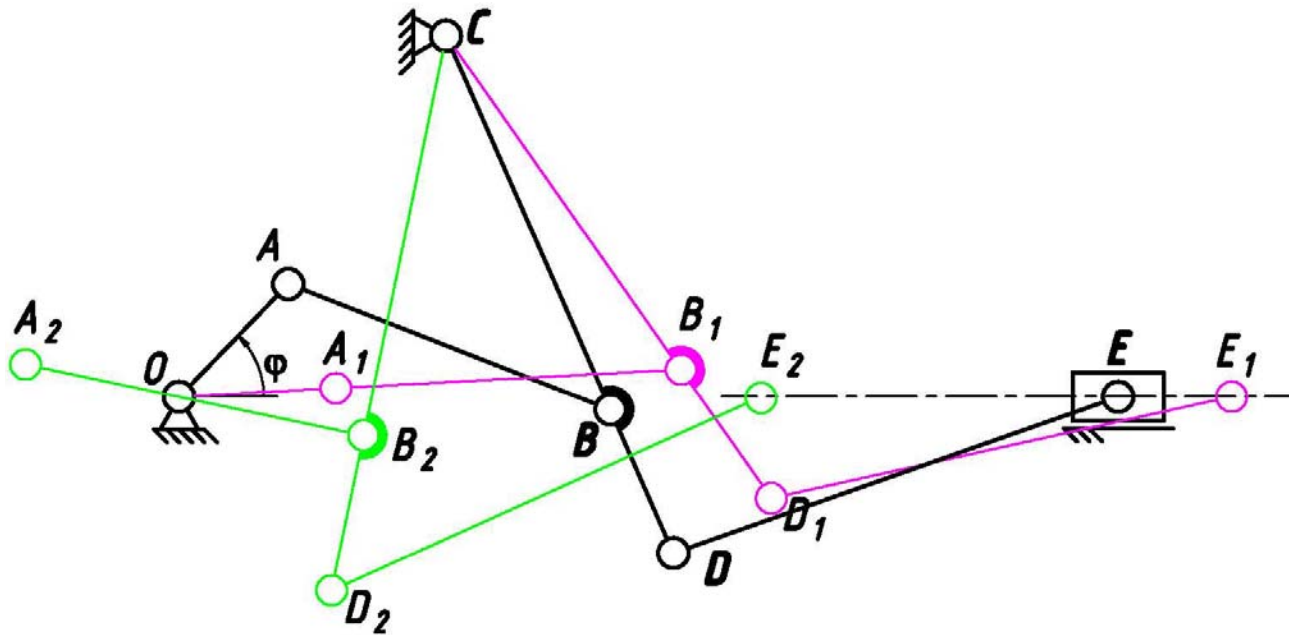

Рис. 1.
1. Структурна схема механізму наведена на рис. 1.